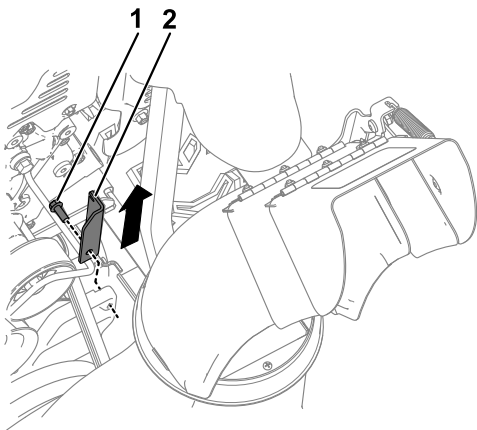

Figure 3
4. Déposez la plaque existante de la plaque de la roue de friction en retirant le boulon de fixation (Figure 3).